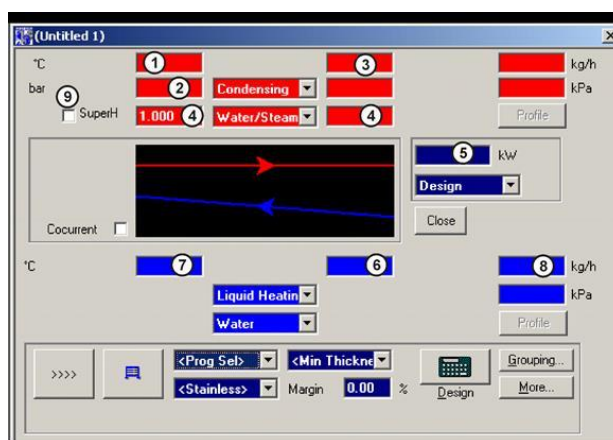

Рис. 20 – Вікно для розрахунків теплообміннику з двофазними теплоносіями
Програма CAS виконує розрахунки парових теплообмінників і парових кип'ятильників (випарників) з номенклатури пластинчастих апаратів різних типів виробництва. Для розрахунків теплообмінних апаратів з двофазовими теплоносіями необхідно вибрати опцію «Distr PHE 2-phase» (рис. 20).
1) у вікно (1), рис. 20, вводимо температуру пари на вході у теплообмінник (або у вікно (2) тиск пари на вході у теплообмінник);
2) у лівому вікні (4) вводимо значення паровмісту на вході у теплообмінник (для насиченої пари дорівнює 1). При розрахунках теплообмінника, що працює на вологий парі задаємо величину паровмісту у ліве вікно (4);
3) у праве вікно (4) вводимо значення паровмісту на виході з теплообмінника. У загальному випадку величина паровмісту на виході з теплообмінника дорівнює нулю. Якщо необхідно здійснити часткову конденсацію, то у праве вікно (4) вноситься значення більше нуля, але менше одиниці;
4) вікна (5)–(8) заповнюємо аналогічно розрахункам теплообмінників з теплоносіями «рідина-рідина», тобто:
- (5) – потужність;
- (6) – вхідна температура теплоносія, що підігрівається;
- (7) – вихідна температура теплоносія, що підігрівається;
- (8) – витрата теплоносія по холодній стороні;
- (9) – перемикач режимів розрахунку насиченої та перегрітої пари;